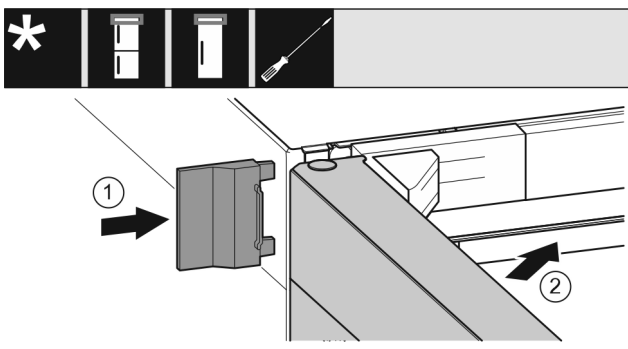

Fig. 23
- ▶ Užstumkite išorinę dengiamąją plokštelę Fig. 23 (1).
- ▶ Uždarykite viršutines duris Fig. 23 (2).